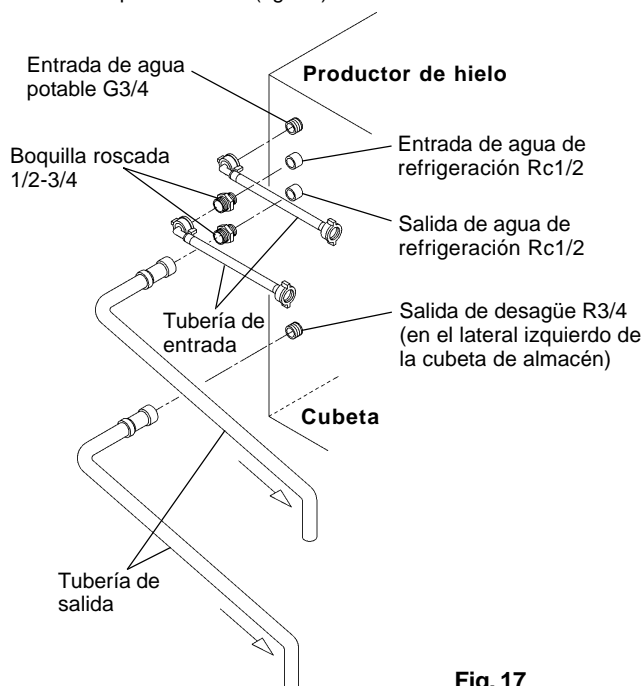

Fig. 17
**[b] Conexiones con tuberías accesorias, según normativas distintas a la WRC (fig. 17)**
- 2) Para las conexiones del condensador deben utilizarse las tuberías accesorias suministradas y realizarse las conexiones indicadas en los apartados 1) a 3) de la sección [a] anterior a los extremos libres de las boquillas 1/2-3/4 (fig. 17).